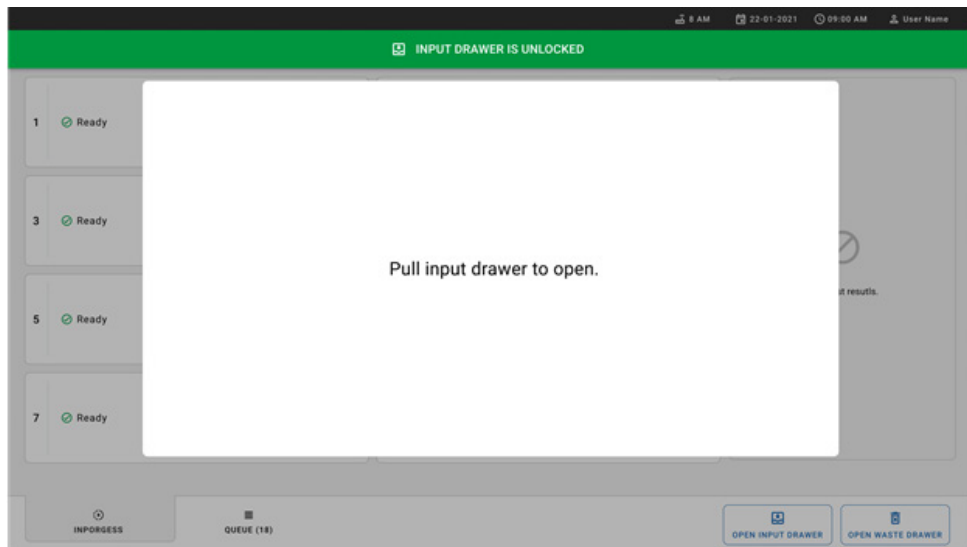

Figura 22. Caseta de dialog pentru deschiderea sertarului de introducere.
6. Când vi se solicită acest lucru, trageți sertarul de introducere pentru a-l deschide (Figura 22).